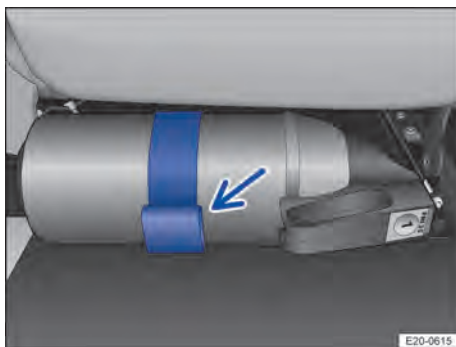

Abb. 49 Unter dem Beifahrersitz: Halterung mit Feuerlöscher (Prinzipdarstellung).
1. Lasche an der Halterung öffnen und Feuerlöscher entnehmen → Abb. 49 (Pfeil).